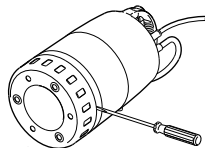

Рис. 10 Демонтаж всасывающего фильтра
3. Вставить отвертку в выточку между корпусом насоса и впускным сетчатым фильтром и повернуть ее, смотрите рис. 10.
2. Вставить отвертку в выточку между корпусом насоса и впускным сетчатым фильтром и повернуть ее, смотрите рис. 10.